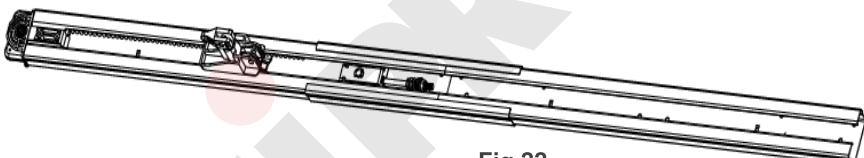

Fig 22
2. Deux rail avec une adjonction (Fig.22).